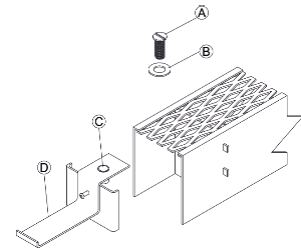

Figura 8
(Figura 8) Para ensamblar, ponga la lengüeta de metal (C) debajo del extremo de la rejilla de la tubería Duraslot® para que el ancla de la rejilla (D) se extienda en el área donde se verterá el concreto. Atornille el tornillo de cabeza plana (A) y la arandela (B) a través del orificio (C) para fijarlo a la rejilla.